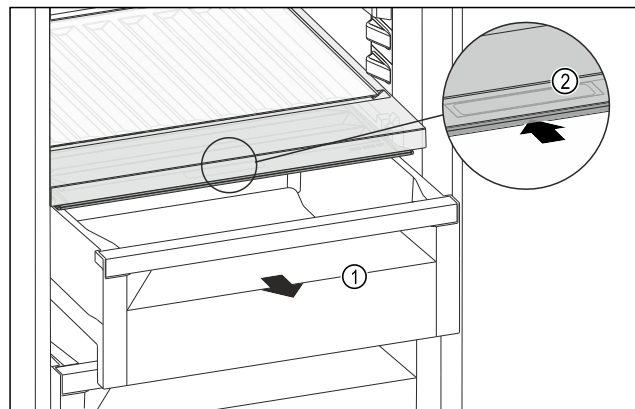

Fig. 231
- Schubfach Fig. 231 (1) herausziehen.
- Griffmulde Fig. 231 (2) am Fachdeckel anfassen und Fachdeckel gleichzeitig nach hinten schieben.